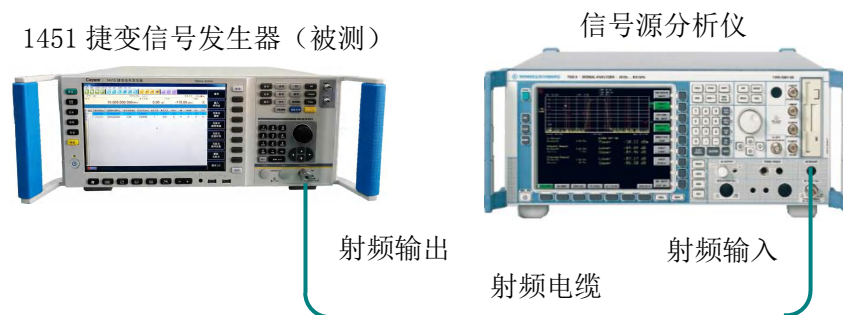

图 6.5 单边带相位噪声测试
测试框图：见图 6.5
- 1) 如图 6.5 连接设备，开机复位，预热至少 30min。